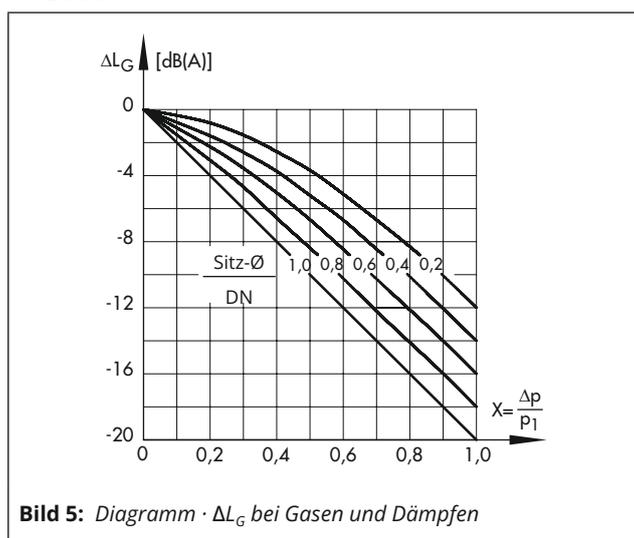

Bild 5: Diagramm · ΔL_G bei Gasen und Dämpfen
– ΔL_G · bei Gasen und Dämpfen: Werte entsprechend Bild 5